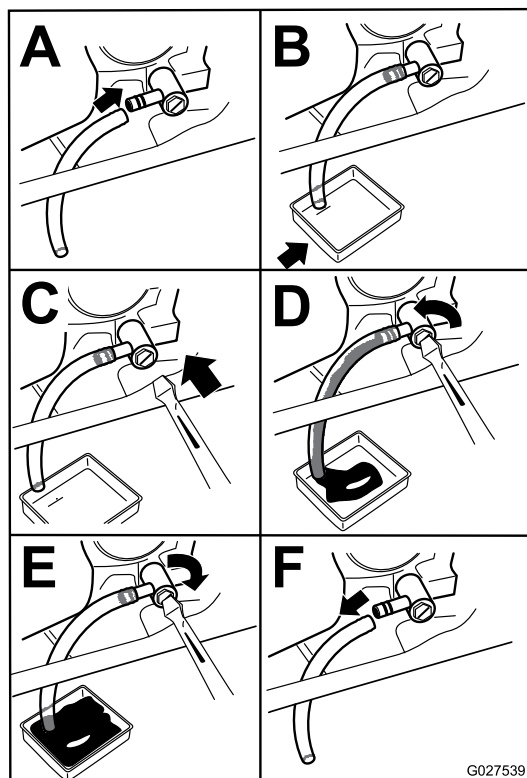

Figura 46
3. Prima di scendere dal posto di guida dell'operatore, spegnete il motore, togliete la chiave di accensione e attendete che si fermino tutte le parti in movimento (Figura 46).